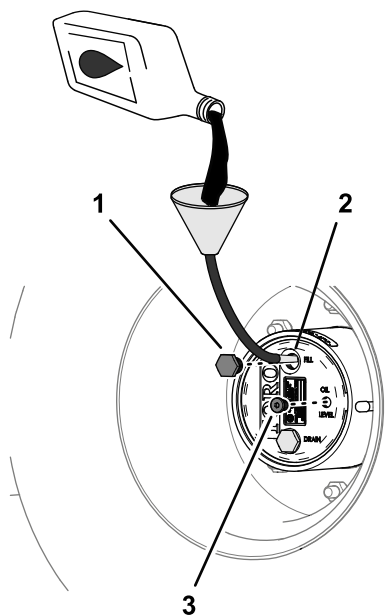

图 85
4. 如果油位较低应取出加油塞添加指定机油直至油开始从检查塞的孔中流出图 85。
6. 安装加油塞和检查塞图 85。
1. 通过加油塞孔缓慢添加指定齿轮润滑油请参阅 检查行星齿轮传动润滑油 \(页码 51\)中的图 85。
3. 安装加油塞和油位塞请参阅 检查行星齿轮传动润滑油 \(页码 51\)中的图 85。